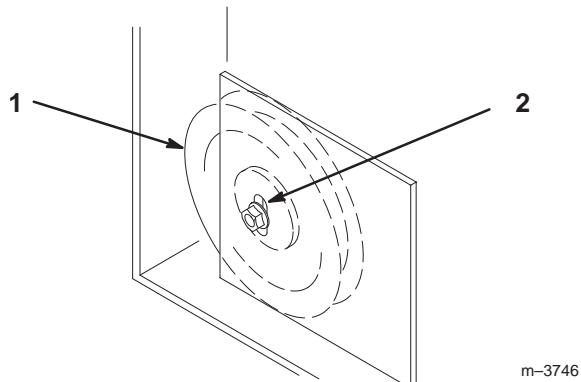

Figure 66
9. Si un réglage est nécessaire, desserrez la poulie de renvoi fixe de la plaque de support droite et déplacez-la en haut ou en bas de la fente de réglage (Fig. 66). Pour détendre la courroie, tirez sur la poulie de tension rappelée par ressort.